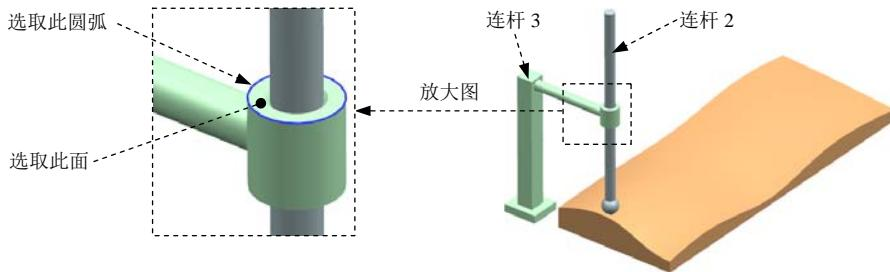

图 4.11.4 定义连杆 2 和连杆 3 之间的滑动副
(1) 选择下拉菜单插入 (I) → 运动副 (I)... 命令，系统弹出“运动副”对话框；在“运动副”对话框定义选项卡的类型下拉列表中选择滑动副选项；选取图 4.11.4 所示的连杆 2 为参考连杆；在“运动副”对话框操作区域的指定原点下拉列表中选择“圆弧中心”○选项，在模型中选取图 4.11.4 所示的圆弧为原点参考；在操作区域的方位类型下拉列表中选择矢量选项，在模型中选取图 4.11.4 所示的面为矢量参考。
(2) 在“运动副”对话框基本区域中选中啮合连杆复选框；单击基本区域中的选择连杆 (0)按钮，选取图 4.11.4 所示的连杆 3 为啮合连杆；在“运动副”对话框操作区域的指定原点下拉列表中选择“圆弧中心”○，在模型中选取图 4.11.4 所示的圆弧为原点参考；在操作区域的方位类型下拉列表中选择矢量选项，在模型中选取图 4.11.4 所示的面为矢量参考。
(3) 单击确定按钮，完成滑动副的创建。